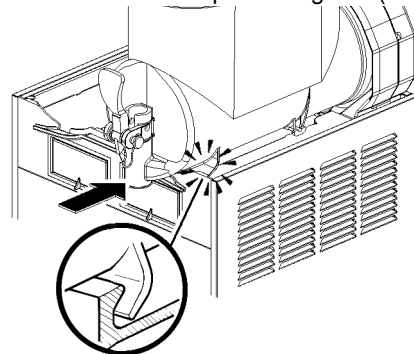

figura 15
- 7 Montar el contenedor y empujarlo hacia la pared posterior, controlando que calce completamente en la junta y, al mismo tiempo, que sus ganchos inferiores coincidan con los correspondientes salientes del plano de goteo (ver figura 15).